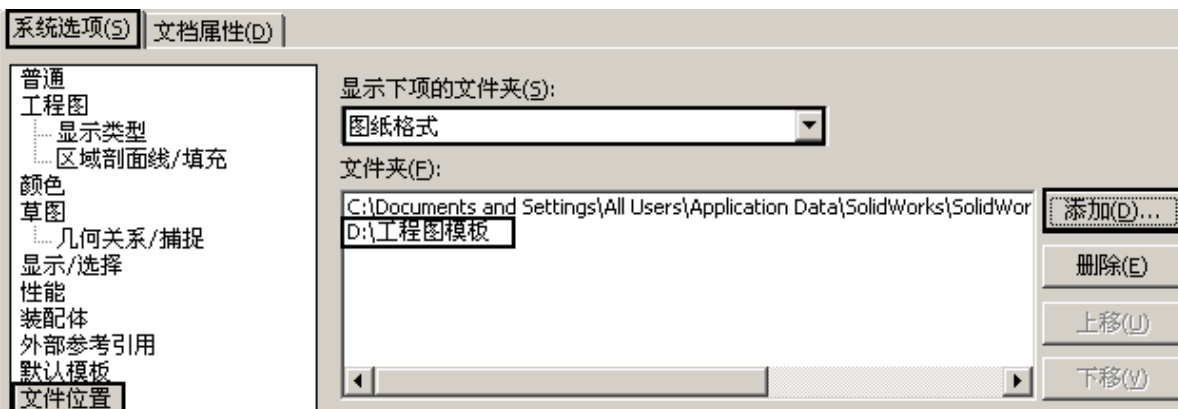

图 3-3 设置图纸格式位置
在“系统选项 (S)”对话框中，如图 3-3 所示，单击“系统选项”下的“文件位置”选项，在右侧窗口中“显示下项的文件夹 (S)”处设置为“图纸格式”，单击“添加”。在出现的“浏览文件夹”对话框中查找存放图纸格式的文件夹“工程图模板”，单击“确定”。返回到“系统选项 (S)”对话框，在“文件夹”列表框中已添加“图纸格式”文件的保存路径。